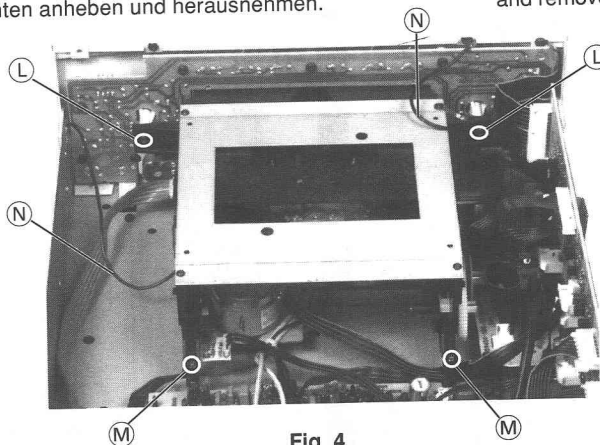

Fig. 4
- 2 Schrauben (L) (kurz) und 2 Schrauben (M) (lang) herausdrehen (Fig. 4).
- Masseleitungen (N) zum Laufwerk und zur Frontblende lösen (Fig. 4).
- Undo 2 screws (L) (short) and 2 screws (M) (long) (Fig. 4).
- Unplug the ground connections (N) to the drive mechanism and the front panel (Fig. 4).